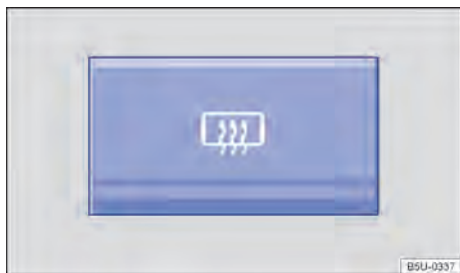

Fig. 144 No console central: botão do desembaçador do vidro traseiro.
- Pressionar o botão → Fig. 144 para ligar o desembaçador do vidro traseiro.